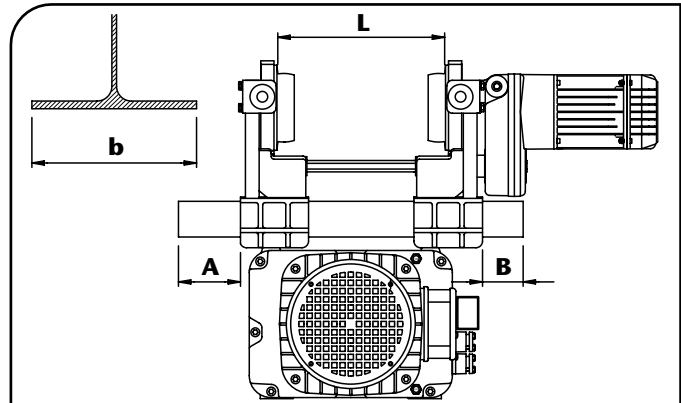

fig. 31
Prima di procedere all'installazione in quota controllare la predisposizione della larghezza interna (L) delle ruote del carrello in base alla larghezza (b) dell'ala della trave di scorrimento come da quote riportate in tabella (fig. 31)